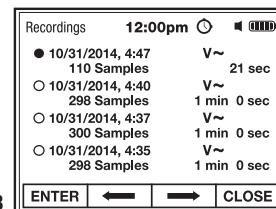
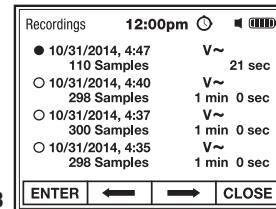
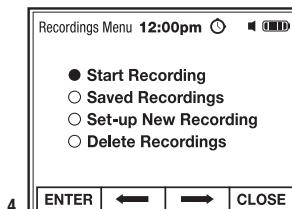

Fig. 13
Fig. 13
Fig. 4
1. From Recordings Menu, select and ENTER Set-up New Recording (Fig. 4).
1. From the Recordings Menu, select and ENTER Start Recording (Fig. 4).
1. Desde el Menú de Grabaciones (Fig. 4), seleccione e INGRESE Grabaciones Guardadas (Fig. 13).
1. En el Menú Grabaciones, seleccione e INGRESE Iniciar una Grabación (Fig. 4).
- From Recordings Menu (Fig. 4), select and ENTER Saved Recordings (Fig. 13).
2. Use the F2 \leftarrow and F3 \rightarrow soft keys (Fig. 13) to the select Recorded File as shown below:
3. Press the F1 soft key to OPEN Recording (Fig. 13).
1. Desde el Menú de Grabaciones, seleccione e INGRESE "Iniciar una Grabación Nueva" (Fig. 4).
1. From Recordings Menu, select and ENTER Delete Recordings (Fig. 4).